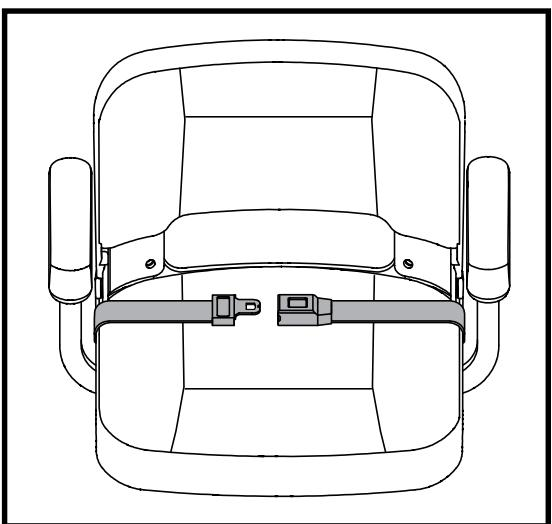

Figura 16 Cintura di sicurezza
1. Inserire il gancio metallico del lato destro della cintura nella chiusura di plastica al lato opposto spingendo fino a sentire un "click". Vedere figura 16.